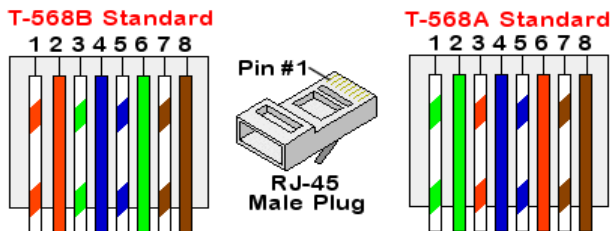

Figura 19: cableado Standard
- Inserte ocho hijo en el conector RJ45, como se describe en la Figura 19.
4 En el lado del router / switch, utilice un cable pre-prensado o utilice una herramienta de engaste a preparar el conector de comunicación RJ45: insertar el ocho hijo en el conector RJ45 en el mismo orden que en la Figura 19.